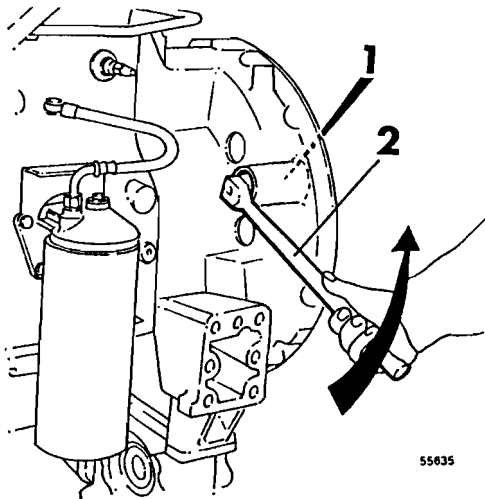

Fig. 154
- 2 Quitar el tapón del envolvente del volante y montar en su lugar la herramienta de giro, véase la fig. 154. Hacer girar el cigüeñal* y quitar los tornillos del sombrerete de biela.